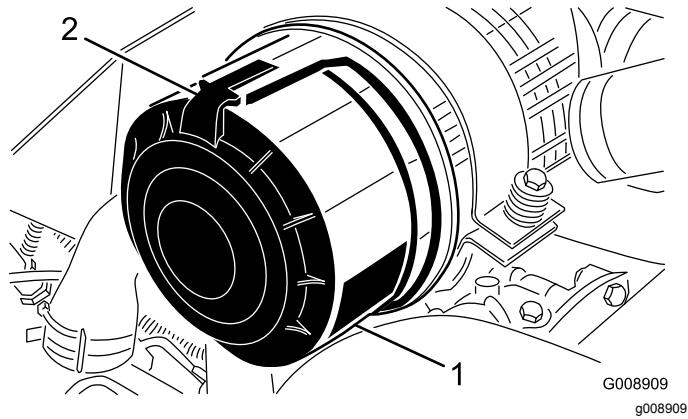

Рисунок 51
- Отпустите защелки, фиксирующие крышку воздухоочистителя на его корпусе (Рисунок 51).